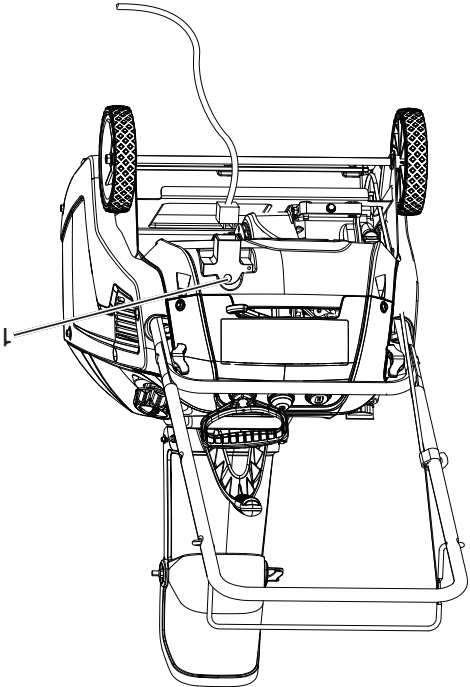

Figure 12 1. Bouton de démarrage électrique
6. Débrancher la rallonge de la source d'alimentation et de la souffeuse à neige (Figure 12).
4. Tirer le lanceur à enrouleur ou si votre souffleur à neige est équipé d'un démarreur électrique, brancher une rallonge au souffleur à neige et brancher l'autre extrémité dans une prise d'alimentation à trois trous 110 volts c.a., puis appuyer sur le bouton du démarreur électrique (Figure 12).